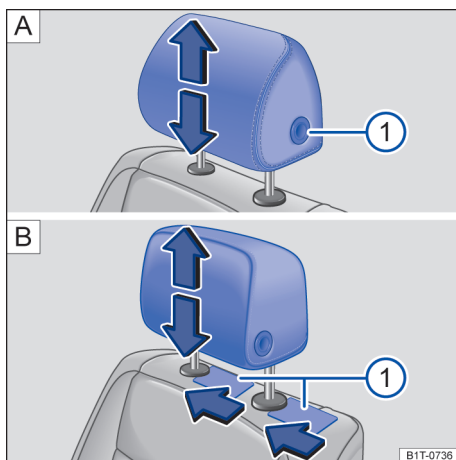

Fig. 96 Remover o apoio para cabeça dianteiro: **A** sem possibilidade de ajuste na direção longitudinal, **B** com possibilidade de ajuste na direção longitudinal.
- Retirar o apoio para cabeça com o botão → Fig. 96   totalmente pressionado.
- Empurrar um objeto plano, por exemplo, um cartão de plástico, respectivamente nos dois lados entre o revestimento do encosto do banco e a capa de cobertura da barra guia do apoio para cabeça e, ao mesmo tempo, com uma leve pressão, destravar as barras retentoras → Fig. 96  .
- Empurrar o apoio para cabeça para baixo com o botão → Fig. 96   totalmente pressionado.